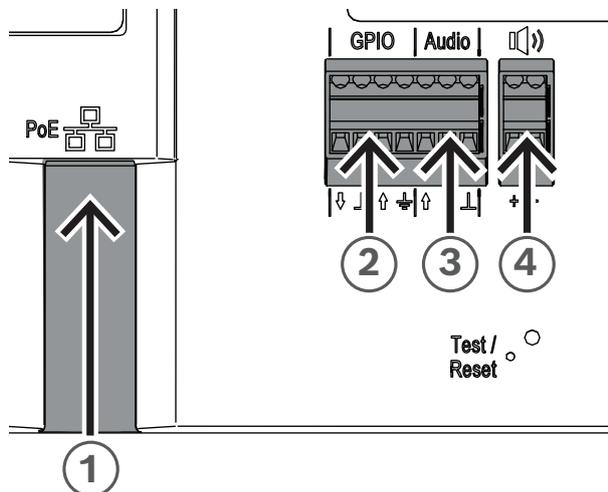

Figura 2.8: Painel frontal do módulo amplificador de IP
Conexão à rede (Figura 2.8, legenda 1)
1. Usando um cabo Ethernet, conecte uma extremidade do cabo à porta PoE/PoE+ (Figura 2.8, legenda 1).
Conexão do GPIO (Figura 2.8, legenda 2)**Aviso!**
Conexão do áudio analógico (Figura 2.8, legenda 3)
- Conecte os fios ao terminal de áudio no dispositivo (Figura 2.8, legenda 3).
Conexão do alto-falante passivo (Figura 2.8, legenda 4)